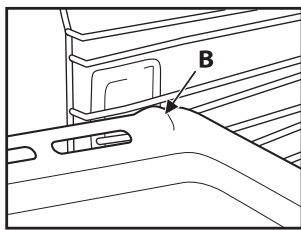

Fig. 2
2. Pour les autres accessoires, comme le lèche-frite ou la plaque à pâtisserie, l'introduction se fait à l'aide de la saillie se trouvant sur la partie plane « B » orientée vers le haut (Fig. 2).